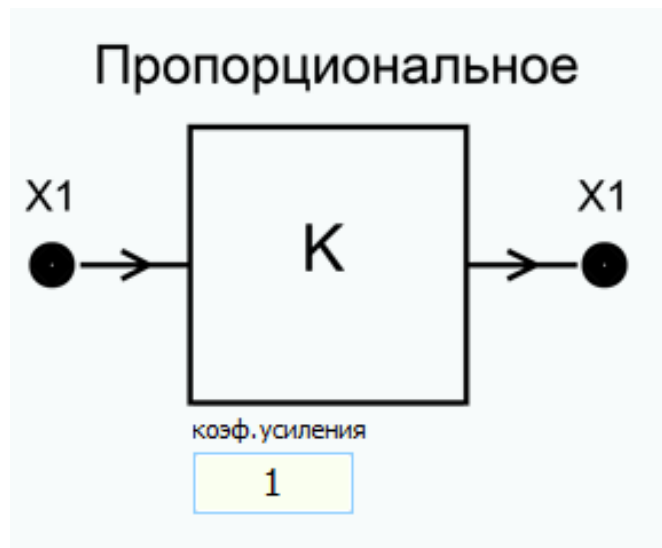

Рисунок 10. Параметр пропорционального звена
15. В меню программы ELAB на модуле «Типовые звенья» меняем коэффициент усиления «Пропорционального звена» (рис. 10). Нажимаем виртуальную клавишу «Установить». Наблюдаем на экране осциллографа изменение выходного сигнала.